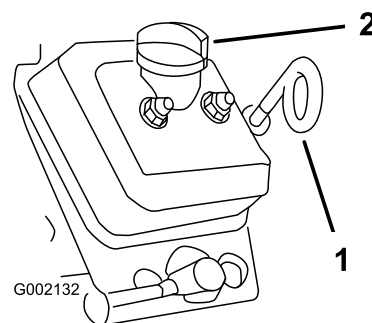

Figure 32
3. Avec un chiffon, nettoyez la surface autour de la jauge d'huile et du bouchon de remplissage (Figure 32) pour éviter de faire tomber des impuretés dans le tube de la jauge ou le goulot de remplissage et d'endommager le moteur.
4. Retirez la jauge d'huile et essuyez-la soigneusement (Figure 32).
5. Insérez la jauge tout au fond du tube (Figure 32).
8. Remettez le bouchon de remplissage (Figure 32).
9. Réinsérez la jauge d'huile au fond du tube de remplissage (Figure 32).